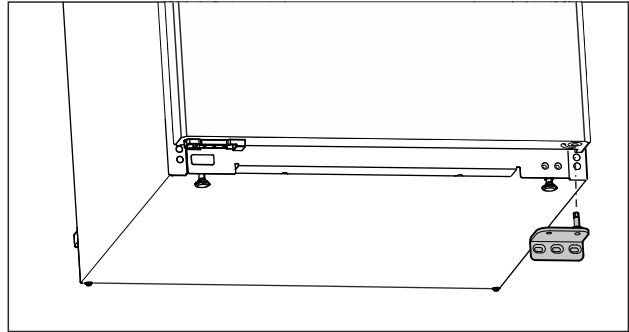

Fig. 15
- ▶ Hiqni nga poshtë bazamentin mbështetës. (shihni Fig. 15)